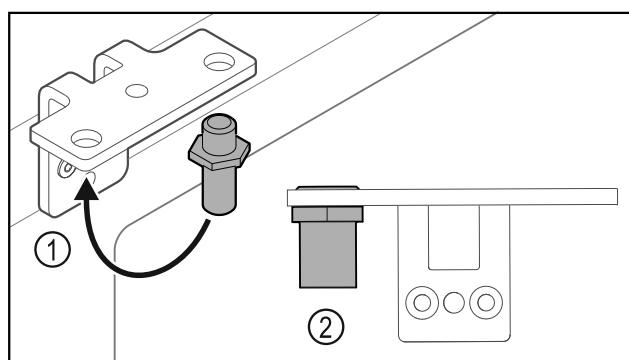

Fig. 34
- Pārļieciet tapu Fig. 34 (1) lokāmajā kronšteinā.
- Pievelciet tapu Fig. 34 (2) ar **griezes momentu 12 Nm**.